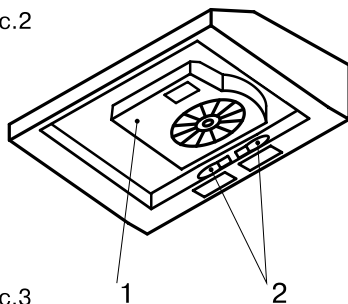

Рис.3
3. Заслонка для изменения режимов работы вытяжки (см. рис. 3). Заслонка вставлена – вытяжка работает в режиме отвода воздуха в вентиляционную шахту – вытяжка работает в режиме рециркуляции. Описание режимов смотри ниже. В поставляемые части входят:
Если вытяжка крепится на стену, то, как правило, она используется для работы в режиме рециркуляции. В этом случае на нее следует установить угольный фильтр, вставить заслонку, показанную на рис. 3, в предназначенное для нее отверстие на коробе мотора и закрыть выходное отверстие сверху вытяжки заглушкой, представленной на рис. 3.2.
Если вытяжка будет работать в режиме рециркуляции, то разметку для отверстия под гибкий воздуховод делать не следует. Установите на вытяжку угольный фильтр, вставьте заслонку, показанную на рис. 3, в предназначенное для нее отверстие на коробе мотора и закройте выходное отверстие сверху вытяжки заглушкой, представленной на рис. 3.2. Наметьте точки под крепежные винты, просверлите отверстия и закрепите вытяжку на шкафчике.